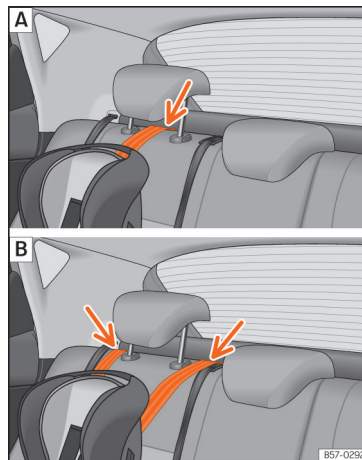

Fig. 28 Bancos traseiros: ajuste e montagem em função do cinto Top Tether.
- Coloque a corcova por baixo do encosto de cabeça do banco traseiro »» Fig. 28 (em função das instruções da própria cadeira, levante ou retire o encosto de cabeça, se for necessário).